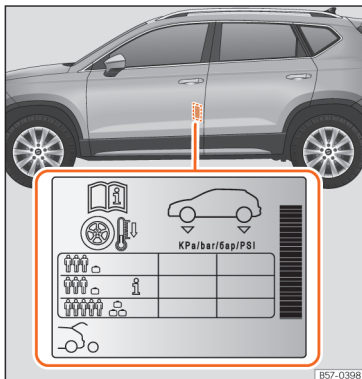

Fig. 218 Amplasarea etichetei cu presiunea din anvelope.
- Reglați presiunea în anvelope conform sarcinii transportate de autovehicul » **fig. 218.**
Valorile presiunii în anvelope sunt indicate pe autocolantul amplasat pe cadrul spate al ușii stânga față » **fig. 218.**
Presiunea din anvelope trebuie reglată în funcție de încărcătura transportată de autovehicul. Dacă autovehiculul urmează să fie încărcat la maximum, creșteți presiunea în anvelope până la valoarea maximă de încărcare de pe autocolant » **fig. 218.**
În cazul unei roți de rezervă compacte de dimensiuni reduse (125/70 R16 sau 125/70 R18), umflați-o la o presiune de 4,2 bari, conform indicației de pe eticheta cu presiunea în anvelope » **fig. 218.**
În funcție de autovehicul, presiunea din anvelope poate fi reglată la sarcină medie, pentru îmbunătățirea confortului la rulare (presiunea în anvelope » **fig. 218**). La conducerea cu presiune confort în anvelope, consumul de combustibil poate fi ușor mai crescut.
- Șoferul este răspunzător pentru presiunea corectă a tuturor anvelopelor. Presiunea recomandată în anvelope este indicată pe etichetă >>> **fig. 218.**
- Presiunea în anvelope trebuie să fie întotdeauna cea indicată pe etichetă, cu anvelopele reci >>> **fig. 218.**